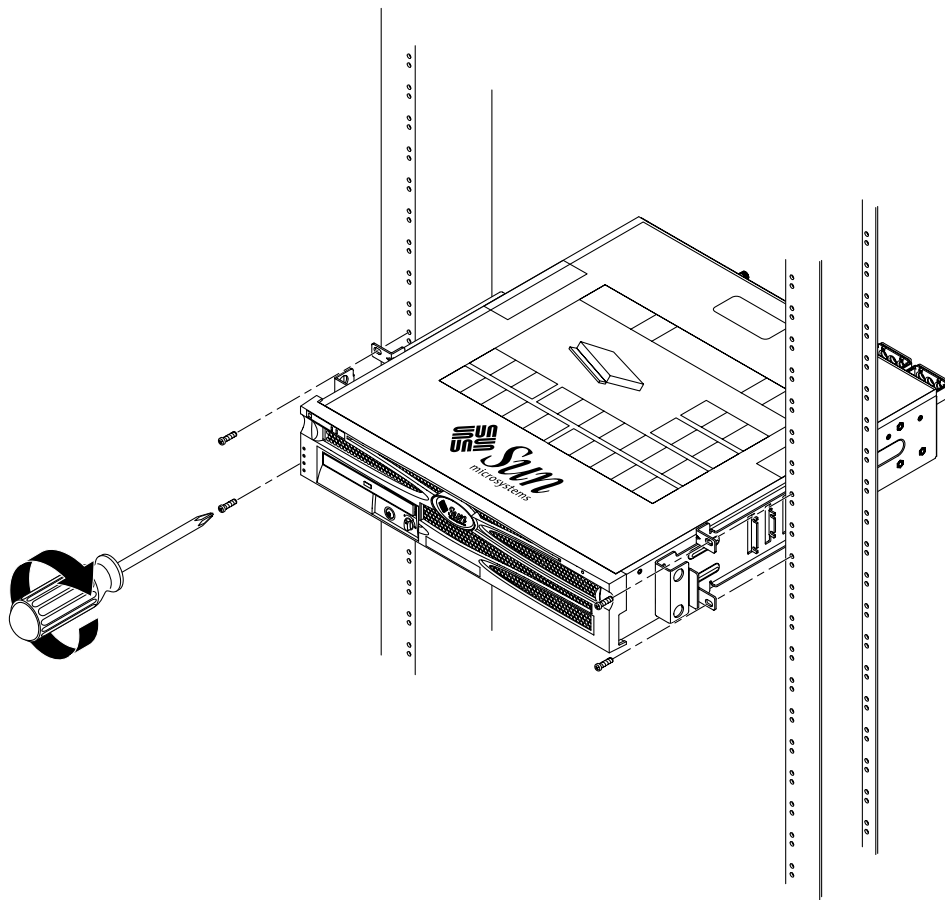

BILD 3-32 Installera och skruva fast servern i 2-bensracket
4. Använd två skruvar för varje skena och skruva fast serverns framsida i racket (BILD 3-32).